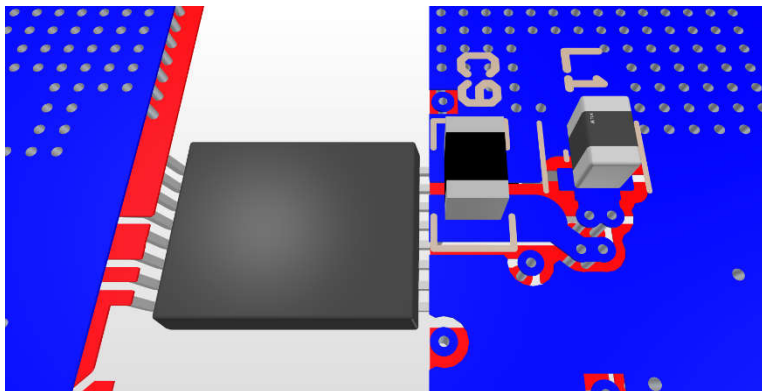

图 3-12. 底面、降压/升压、VEE LC 放置和布线
- a. 将 2.2 μ F 高频旁路电容器 (C9) 尽可能靠近 VEE 和 COM 引脚放置。3MHz 至 4MHz 范围内的自谐振频率非常适合为选择 3.3 μ H 电感器 (L1) 的降压/升压转换器的开关频率噪声提供低阻抗去耦。可以将电容器放置在 PCB 的另一侧并使用过孔进行连接, 以减少电容器与 VEE 降压/升压转换器内部低侧 MOSFET 之间的开关环路。此外, 将电容器放置在另一侧也会简化 VDD 引脚和 COM 引脚之间去耦电容器的放置。C9 和 L1 放置在 PCB 底部的示例如图 3-12 所示。